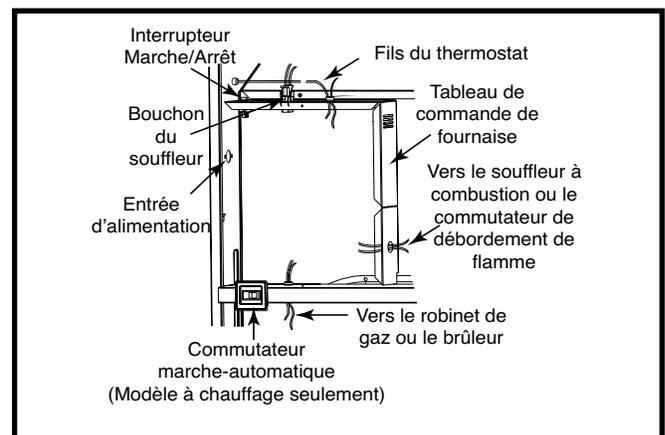

Figure 25. Panneau de commande (tous les modèles)
2. Passez les fils (115 V c.a.) à travers le dispositif de traction sur le côté gauche de la boîte de commande de la fournaise. Voyez la Figure 25 \(page 12\).